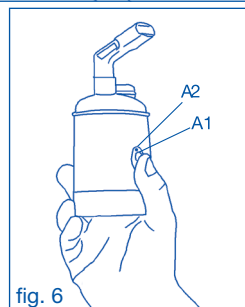

fig. 6
6. Presionar el pulsador ON/OFF (A1) un momento (fig. 6); el led (A2) del nebulizador mostrará una luz verde fija y el fármaco nebulizado empezará a salir.